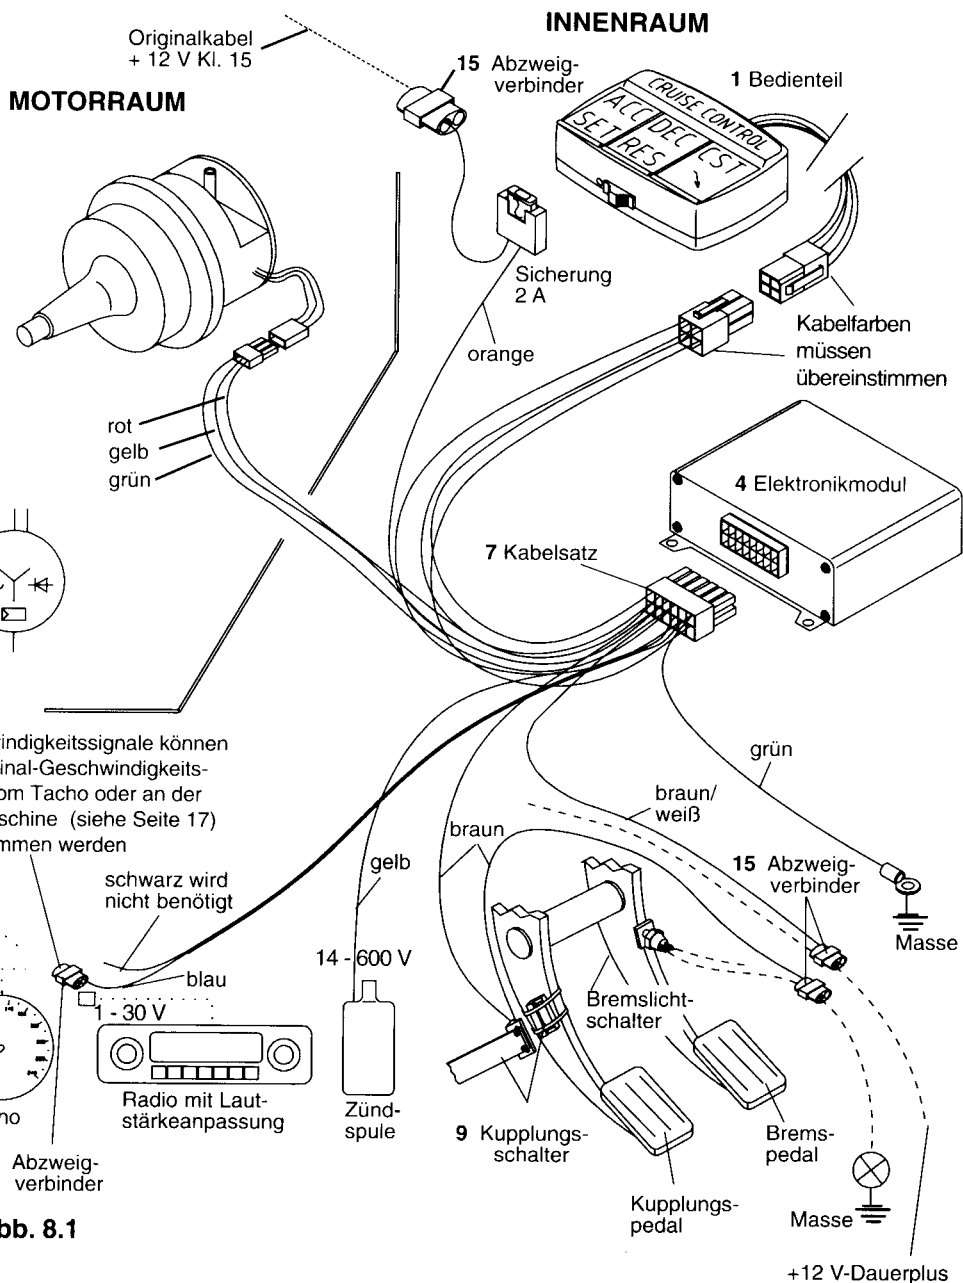

Abb. 8.1
12. Verbinden Sie das orange Kabel, an dem sich auch der Sicherungsblock befindet, mit + 12 V Klemme 15 (Zündstrom). Verwenden Sie hierzu den Abzweigverbinder (15).
13. Verbinden Sie das 2-adrige Kabel (mit brauner und braun/weißer Ader) mittels Abzweigverbinder mit dem Bremslichtschalter (siehe Abb. 8.1). Bei Fahrzeugen mit Schaltgetriebe muß noch der Kupplungsschalter installiert und angeschlossen werden (siehe Kapitel 9).
14. Mit Hilfe des 4-poligen Steckers (3) wird das Bedienteil mit dem Elektronikmodul verbunden, farbgleicher Anschluß der Kabel (siehe Kapitel 10).
Bei Fahrzeugen mit Schaltgetriebe muß der Kupplungsschalter (9) eingebaut werden. Der Kupplungsschalter (9) besteht aus einem Magnet und einem Reed-Kontakt-Schalter. Der Magnet wird an das Kupplungspedal geklebt und mit Kabelbändern befestigt. Der Reed-Kontakt-Schalter wird am Chassis oder Anschlag für die Kupplung befestigt. Angeschlossen wird der Kupplungsschalter (9) wie im Anschlußplan Seite 13 und 14 (Abb. 8.1 und 8.2) gezeigt. Beim Betätigen der Kupplung müssen der Magnet und der Reed-Kontakt-Schalter getrennt werden.